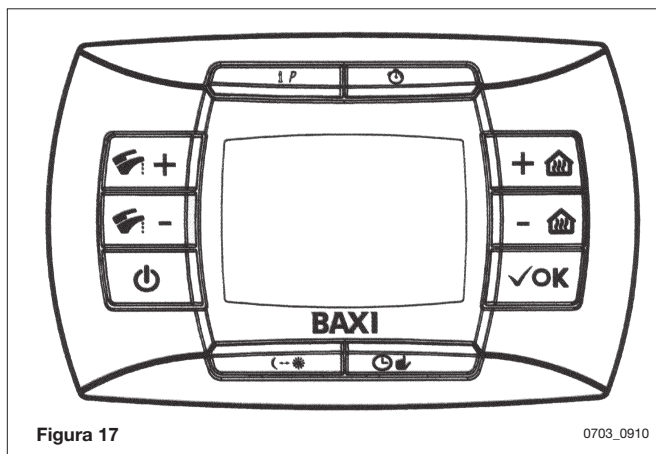

Figura 17
- premere e mantenere premuto il tasto  e successivamente premere il tasto  (vedere figura 17).